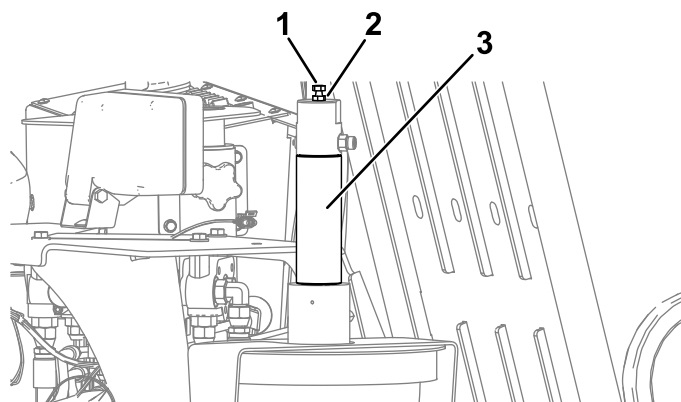

Рисунок 56
1. Ослабьте контргайку на регулировочном болте, расположенном на поршне устройства нанесения состава для резьбы (Рисунок 56).